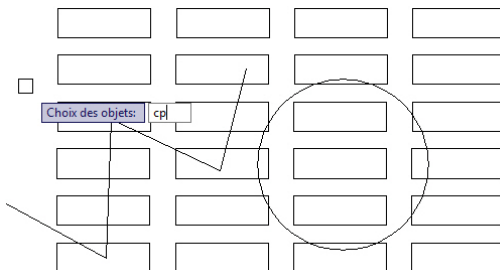

Figure 3.89
1. Sélectionnez la commande Effacer, tapez la sous-commande **CP** puis validez (voir Figure 3.89).